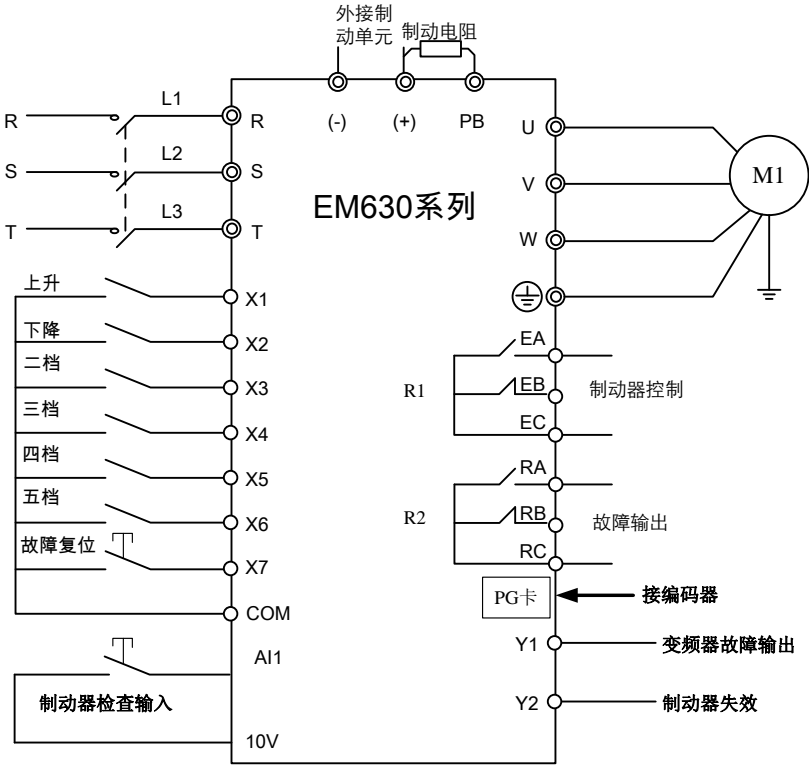

图 13-1 EM630 塔式起重机起升应用接线示意图
- 2、EM630 系列变频器 F20.00=0 选择塔式起重机起升应用宏后，Xi 端子、Y1、R1、R2 按图 13-1 配置功能。